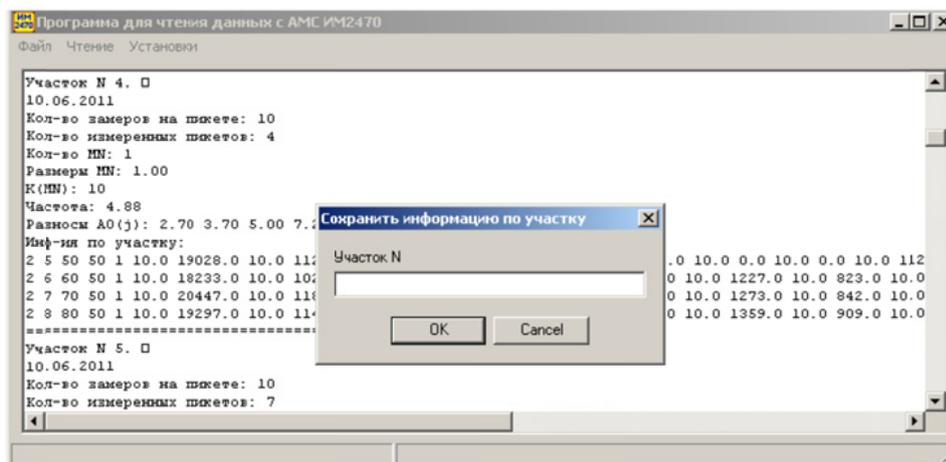

Рис. 2.4. Ввод номера участка при сохранении данных по участку
- в появившемся окне диалога (рис. 2.4) напишите номер участка, данные по которому нужно сохранить и нажмите ОК;